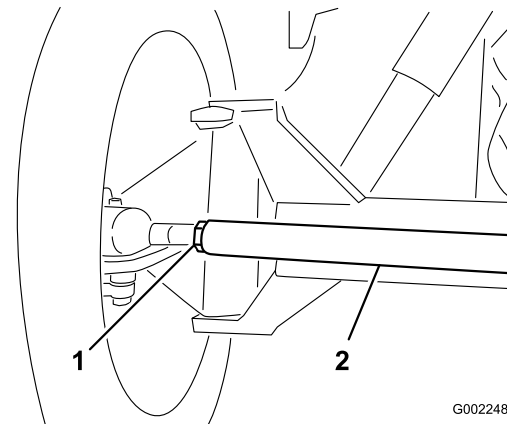

Figura 97
3. Dacă distanța nu se încadrează în intervalul specificat, slăbiți contrapiuliile de la ambele capete ale tiranilor (Figura 97).